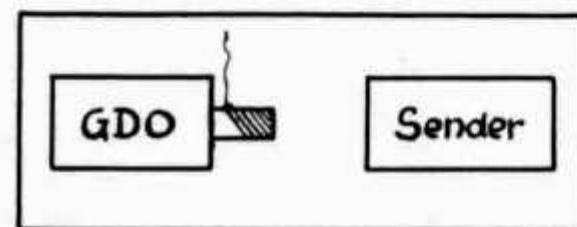

Fig. 2
2. **Feldstärke-Messer:** Meistens kann der GDO auch als einfacher Absorptionskreis ver-wendet werden. Befestigt man ein Stück Draht an ein Ende der Kreisspule, lässt der GDO sich als Feldstärke-Messer benützen, wobei die Anodenspannung abzuschalten ist. Zu die-sem Zwecke wird das Instrument genügend weit von der Endstufe weggenommen, um eine zu starke Aufnahme an HF aus dem Tank direkt zu vermeiden. Nun kann die Senderabstim-mung nach dem GDO geschehen (Fig. 2).